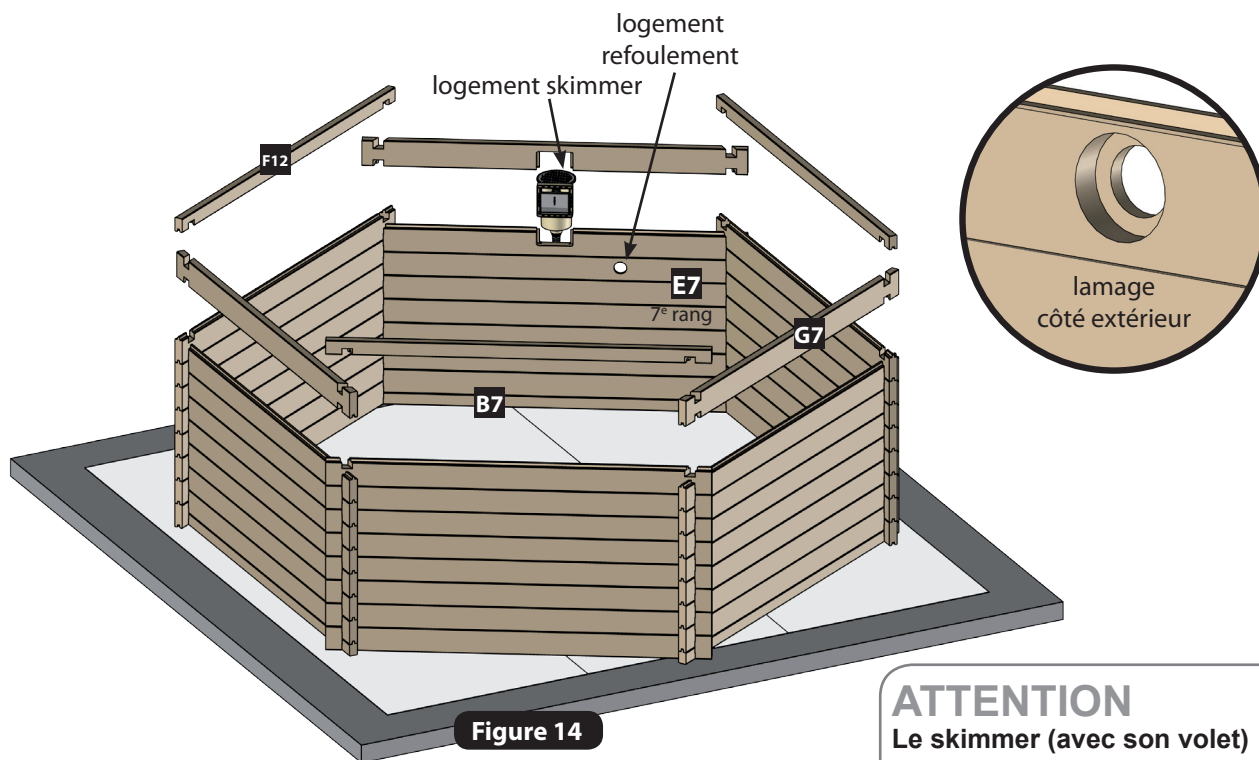

Figure 14
- Placez les madriers spécifiques au skimmer face aux vents dominants. Les madriers **C7** et **D7** se positionnent toujours sur un pan commençant par un madrier **B7** (figure 14).